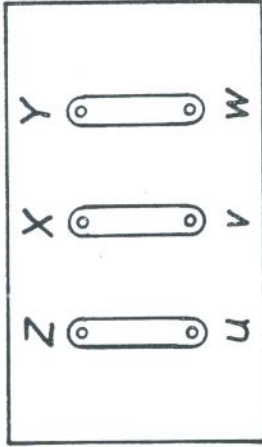

Bild 4: Sekundärumschaltung bei Bereich I (kleiner Spannungsbereich)
Bereich I: Sekundärumschaltung am Klemmbrett (4) n. Bild 4